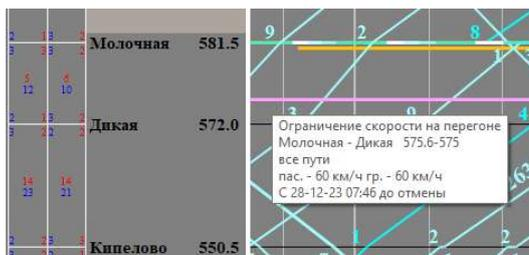

Рис.175.
4. Для получения информации по предупреждению подвести указатель «мыши» к предупреждению, дождаться появления всплывающего окна с информацией о предупреждении (см. рис. 175).